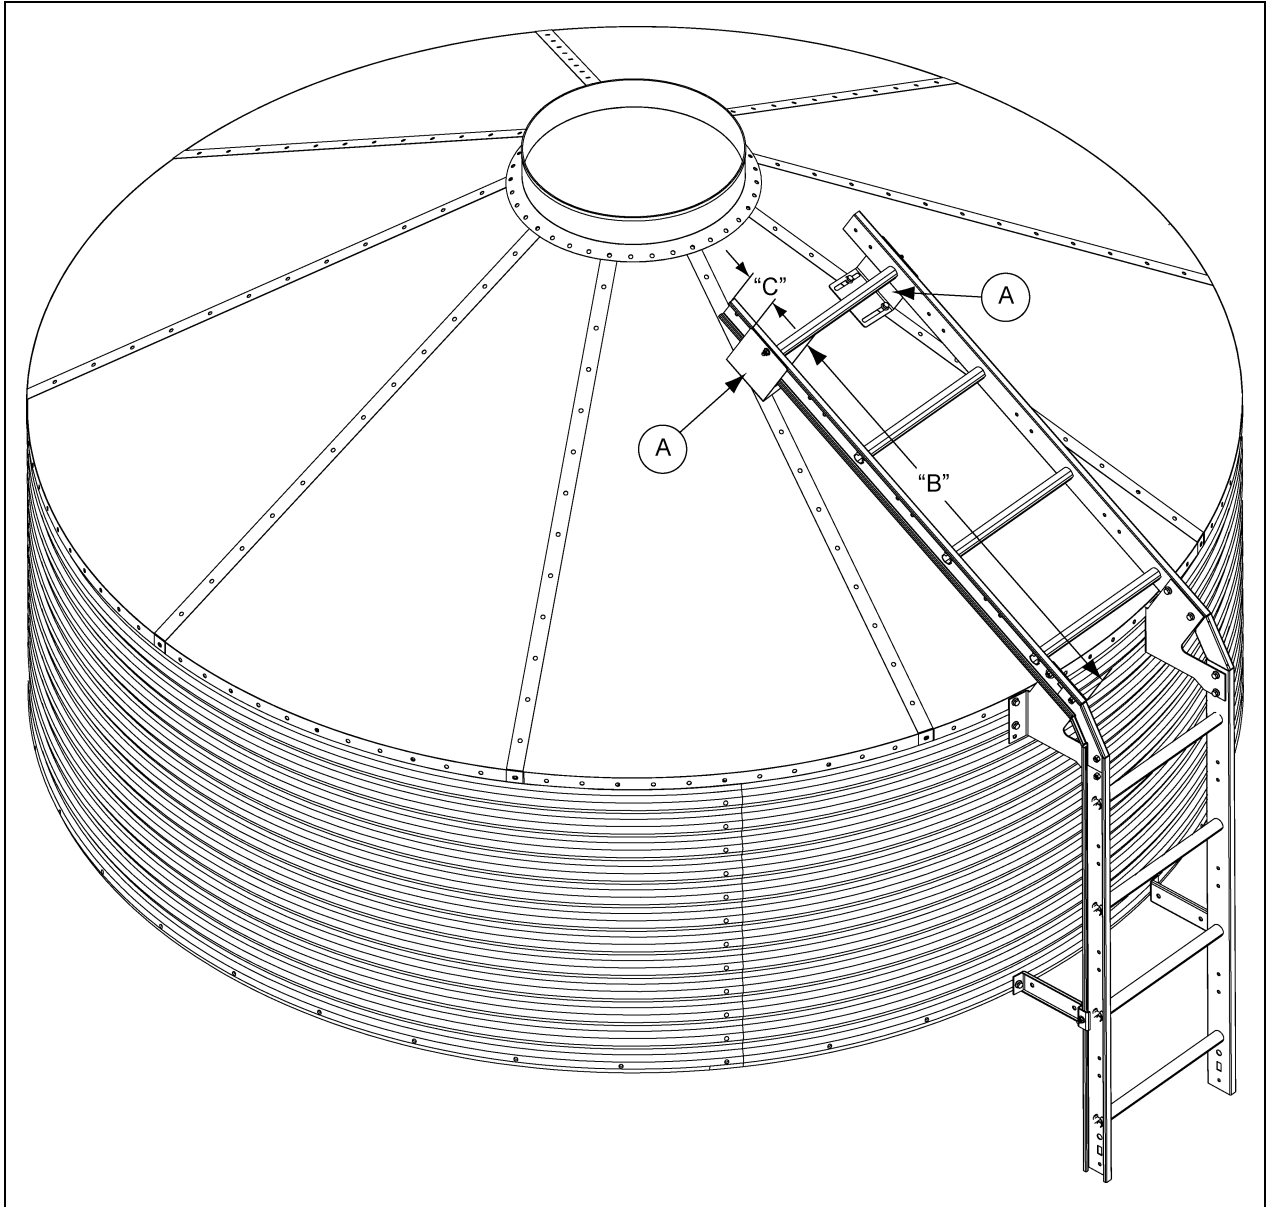

Рисунок 8J Максимально допустимое расстояние
**ПРИМЕЧАНИЕ.** Опоры лестницы крыши необходимо собрать таким образом, чтобы не превысить максимального расстояния. См. рис. 8J на стр. 35 и "таблица максимальных расстояний" - для определения максимально допустимого расстояния между опорными кронштейнами.